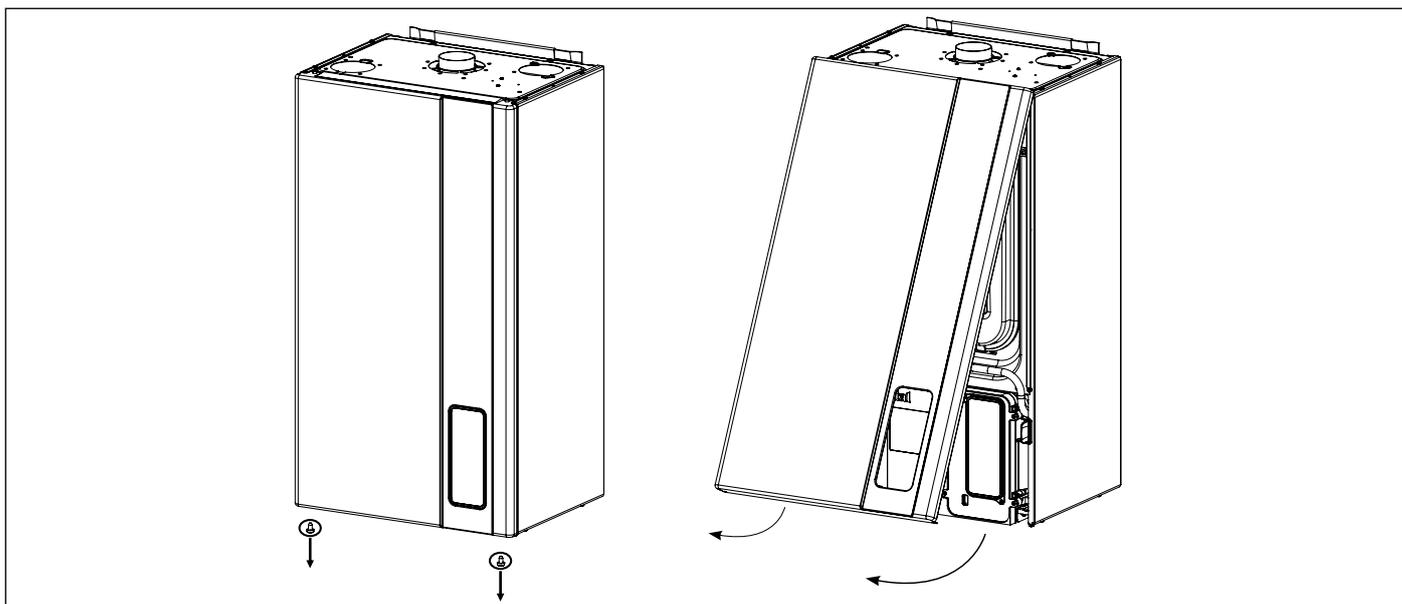

Рис. 43 Снятие передней панели
- Снять переднюю панель котла (смотри Рис. 43 Снятие передней панели).